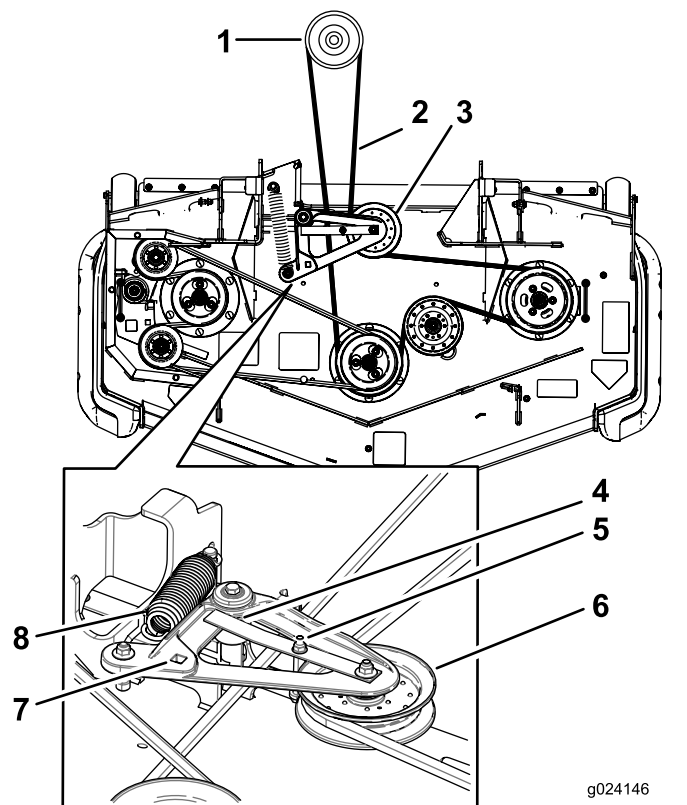

Figura 73
10. Utilizzate un cricchetto nel foro quadrato per installare la cinghia nuova attorno alle pulegge tendicinghia e alle pulegge del tosaerba (Figura 73).
8. Inserite un cricchetto nel foro quadrato del braccio di rinvio per allentare la molla del tenditore (Figura 73).
10. Sollevate l'aletta guidacinghia e rimuovete la cinghia esistente (Figura 73).
11. Montate la nuova cinghia attorno alle pulegge del tosaerba e alla puleggia della frizione, sotto il motore (Figura 73).
12. Ruotate e accertate che l'aletta guidacinghia sia a contatto con il mozzo del perno Figura 73.
13. Con il cricchetto nel foro quadrato, montate la molla del tenditore (Figura 73).